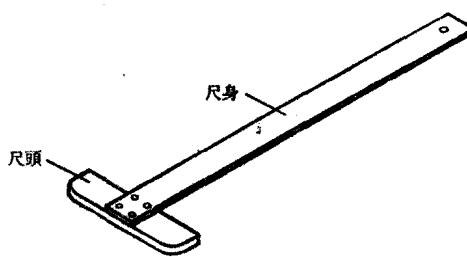
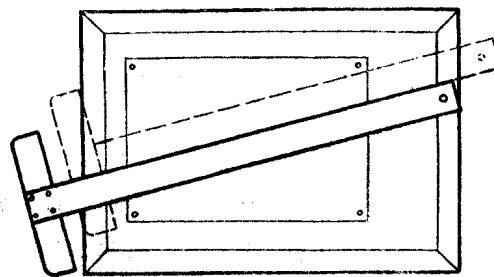

图 2 丁字尺
图3 檢查丁字尺身是否平直
**2. 丁字尺** 丁字尺分尺头及尺身两部，形状如图 2，各部须十分平直，特别是尺头的内侧和尺身的上侧。图 3 所示是检查丁字尺身是否平直的方法，先将丁字尺置于图中实线位置，沿尺身上侧画线，然后将丁字尺反过来，置于图中虚线位置，视尺身是否与刚才所画线完全